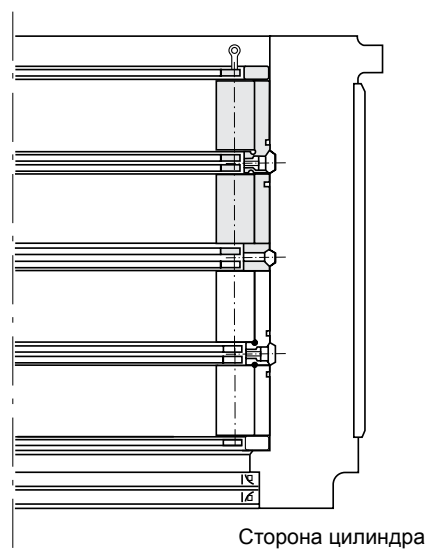

Рис. 3.25
- (12) Нанесите смазочный материал на поверхность качения и на обе торцевые поверхности роликов ряда D.
- (13) Нанесите смазочный материал на упорное кольцо с буртом со всех сторон.
- (14) Установите упорное кольцо с буртом меткой вверх на сепаратор ряда D меткой вверх. Вверните специальные проушины в четыре резьбовых отверстия сепаратора, поднимите и аккуратно установите сепаратор в распорку (**Рис. 3.25**).
- (15) В зависимости от назначения прокатного стана, крышка держателя может иметь различную форму. Следуя указаниям производителя прокатного стана, установите (снимите) крышку держателя.